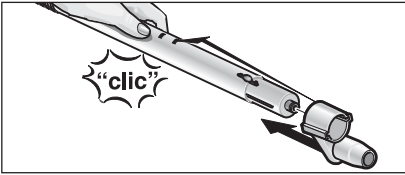

Abb. 4: Aufstecken des Parkhaken
- Schieben Sie den Parkhaken (G4) auf das untere Verlängerungsrohr bis er im Raster (G2) einrastet (siehe Abb.4).